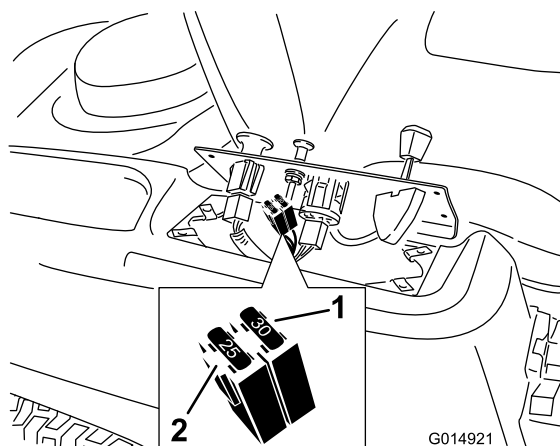

Figure 46
2. Soulevez le panneau de commande pour accéder au faisceau de câblage principal et au porte-fusibles (Figure 46).
3. Pour remplacer un fusible, tirez dessus pour l'enlever (Figure 46).